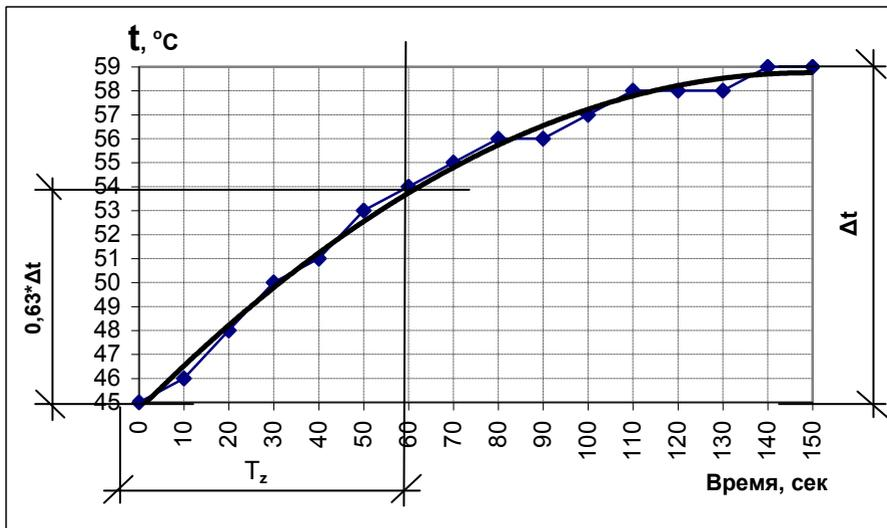

Рис. 6.19
6.9.5 Определение коэффициента «И» может быть произведено одновременно с определением коэффициента «П», для чего после открытия (или закрытия) клапана (см. п. 6.9.2) необходимо по секундомеру фиксировать изменение температуры для последующего построения графика переходного процесса в осях температура – время. По графику изменения температуры во времени (кривая разгона) определяется постоянная времени объекта T_z – это отрезок на оси времени от начала кривой разгона до перпендикуляра, опущенного из точки, где температура достигает величины $t_1 = \pm 0,63 \cdot \Delta t$ (см. пример кривой разгона для системы ГВС, рис. 6.19).